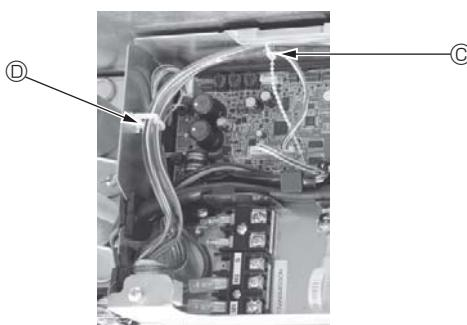

Fig. 5-15
- i-See sensör ve sinyal alıcı bağlantı kablolarnı fazla kısımlarını şemada gösterildiği gibi elektrikli aksam kutusunda kablo kıskacına yerleştirin ve kabloları hep beraber tespit malzemesi ile tespit edin. (Fig. 5-15)